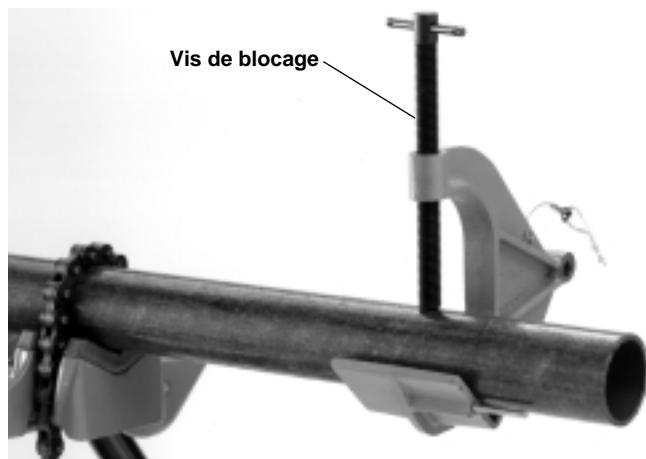

Figure 5
2. Positionnez l'étau sur l'ouvrage et fixez-le en serrant la vis de blocage (*Figure 5*). La vis devra supporter tout le poids de la scie à ruban.